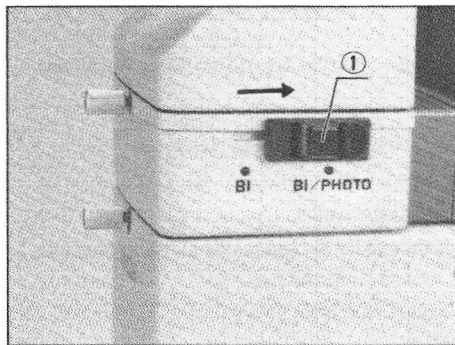

Abb. 17
- Für Beobachtungen mit 20% des Lichts und Mikrofotografie mit 80% des Lichts muß der Schieber auf BI/PHOTO gestellt werden. (Abb. 17)